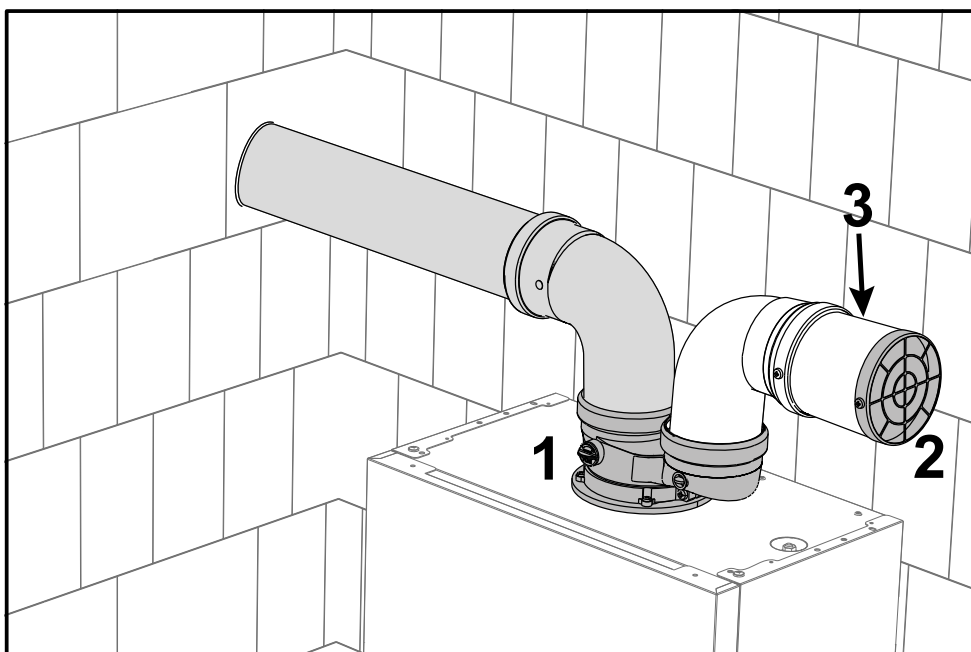

Abb. 38- Schutzgitter
Das Ausgangszubehör (Pos. 1 abb. 38 - Art.Nr. **041082X0**) installieren. Im Ansaugrohr muss das Schutzgitter (Pos. 2 - abb. 38 - Art.Nr. **1KWMA85A**) montiert werden. Falls notwendig, zwischen Gitter und Zubehör einen Stutzen (3) einfügen.